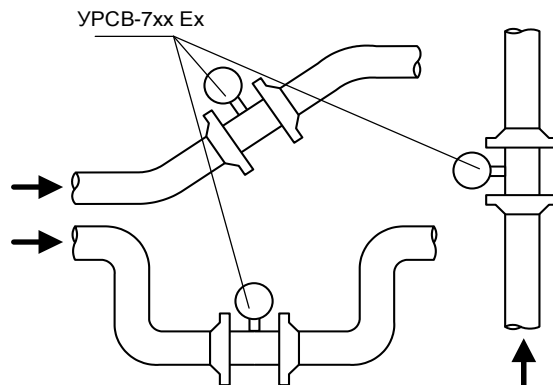

Рис.3 - Рекомендуемые места установки расходомера.
- расходомер не должен располагаться в самой высокой точке трубопровода; наиболее подходящее место для монтажа (при наличии) – нижний либо восходящий участок трубопровода (рис.3);